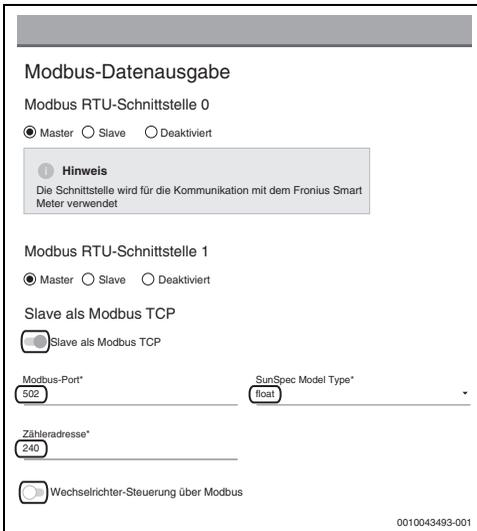

Bild 15 Einstellungen Modbus auf Fronius Gen24 Plus-Web-oberfläche
- Bei Fronius Gen24 Plus befinden sich die Modbus-Einstellungen im Reiter **Kommunikation** (→ Bild 15).